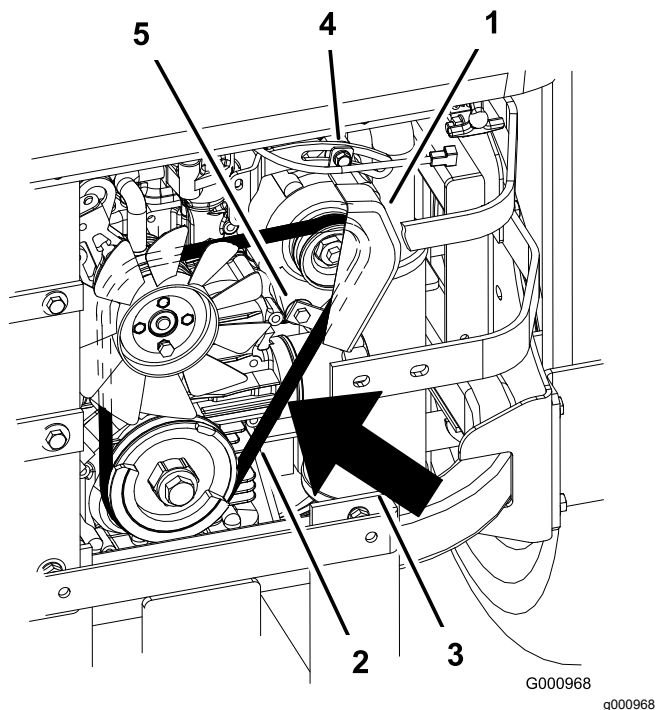

Figura 90
2. Regolate l'alternatore all'esterno fino a quando non è presente una flessione di 7-9 mm nella cinghia tra le pulegge del motore e dell'alternatore con 10 kg di forza (Figura 90).
5. Se la flessione è esatta, serrate i bulloni inferiore e superiore (Figura 90).